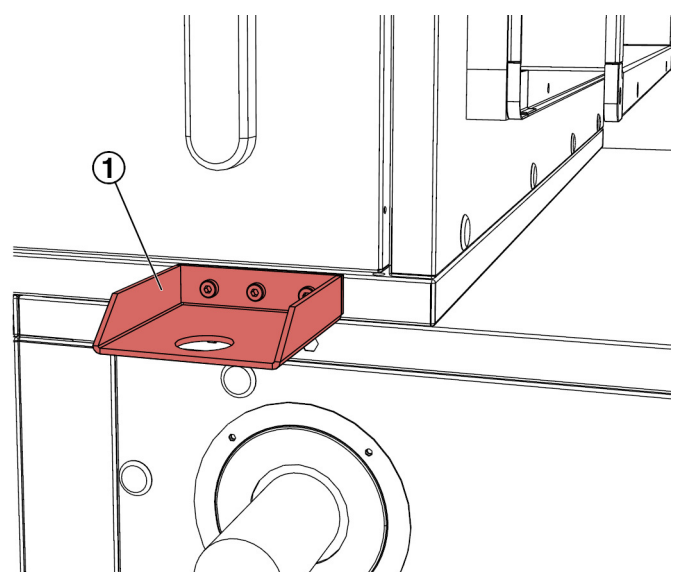

Abb. 17: Transportwinkel demontieren
- ▶ Am oberen RLT-Bauteil die Transportwinkel (Abb. 17 /1) demontieren.